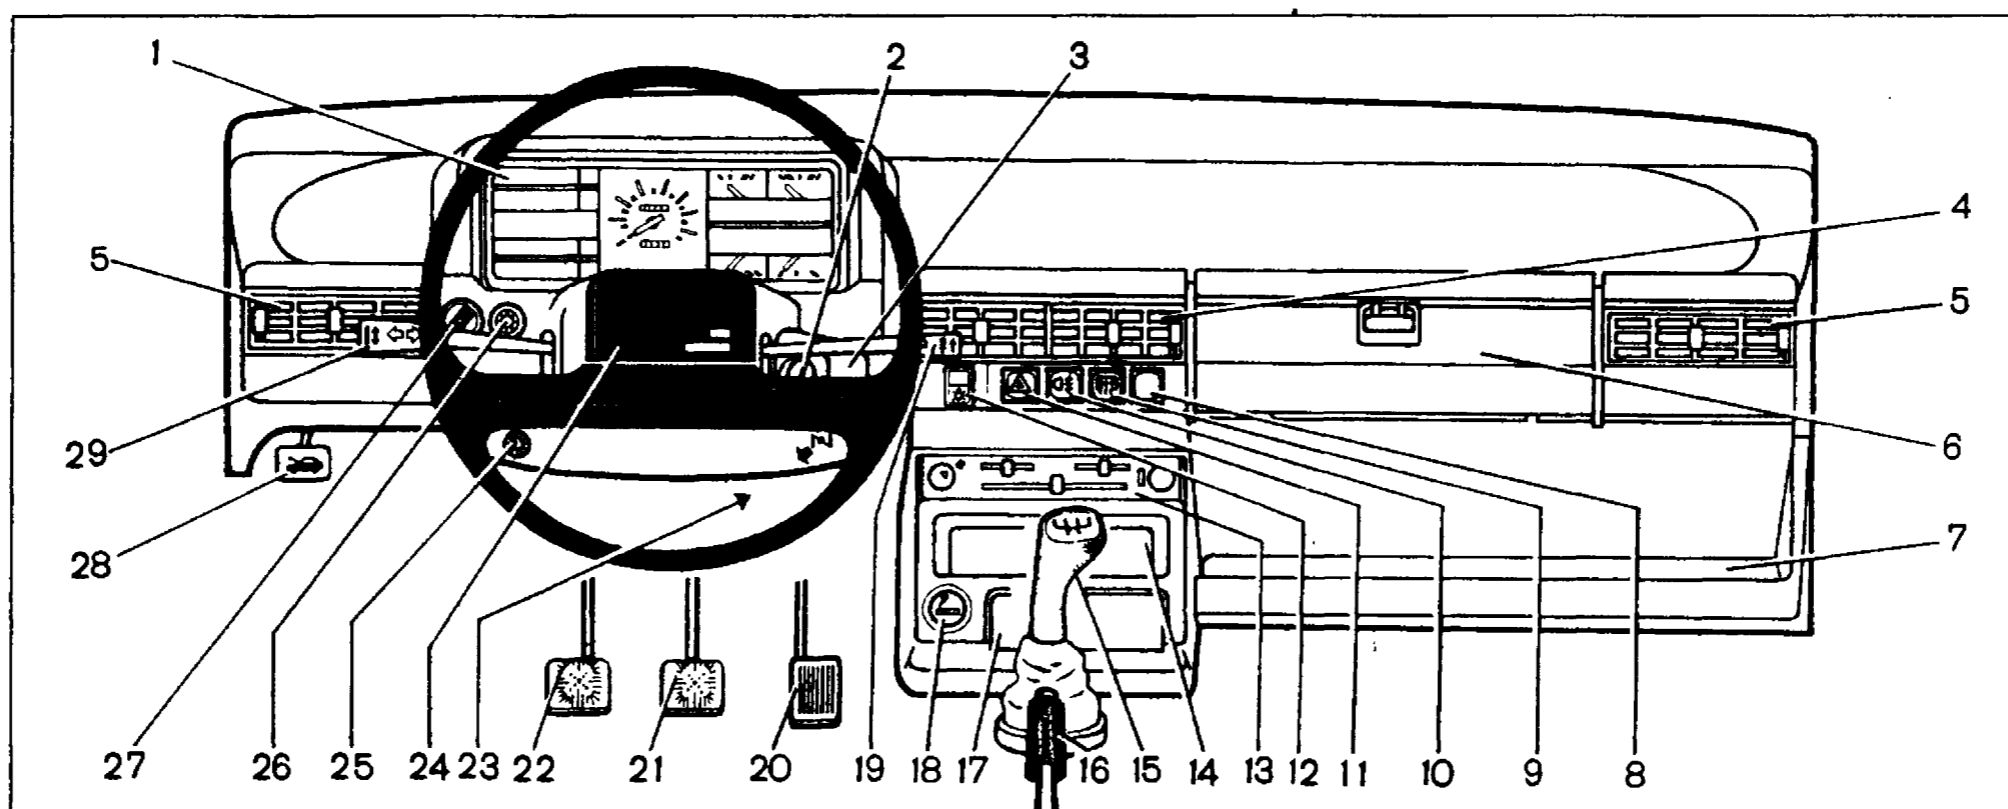

Рис. 1-4. Панель приборов
- Расположение органов управления показано на рис. 1-4.
- 2 — выключатель аварийной сигнализации (см. поз. 11, рис. 1-4).
- 4 — индикатор состояния (см. поз. 3, рис. 1-4).
- 5 — гнездо для радиоприемника (см. поз. 14, рис. 1-4).
13 — прикуриватель (см. поз. 18, рис. 1-4).
- 16 — рычаг стояночного тормоза (см. поз. 16, рис. 1-4).
- 17 — пепельница (см. поз. 17, рис. 1-4).
- 23 — выключатель освещения приборов (см. поз. 26, рис. 1-4).
- 24 — гидрокорректор фар (см. поз. 27, рис. 1-4).
- 26 — выключатель заднего противотуманного света (см. поз. 10, рис. 1-4).
- 28 — выключатель обогрева заднего стекла (см. поз. 9, рис. 1-4).
- 31 — переключатель наружного освещения (см. поз. 12, рис. 1-4).